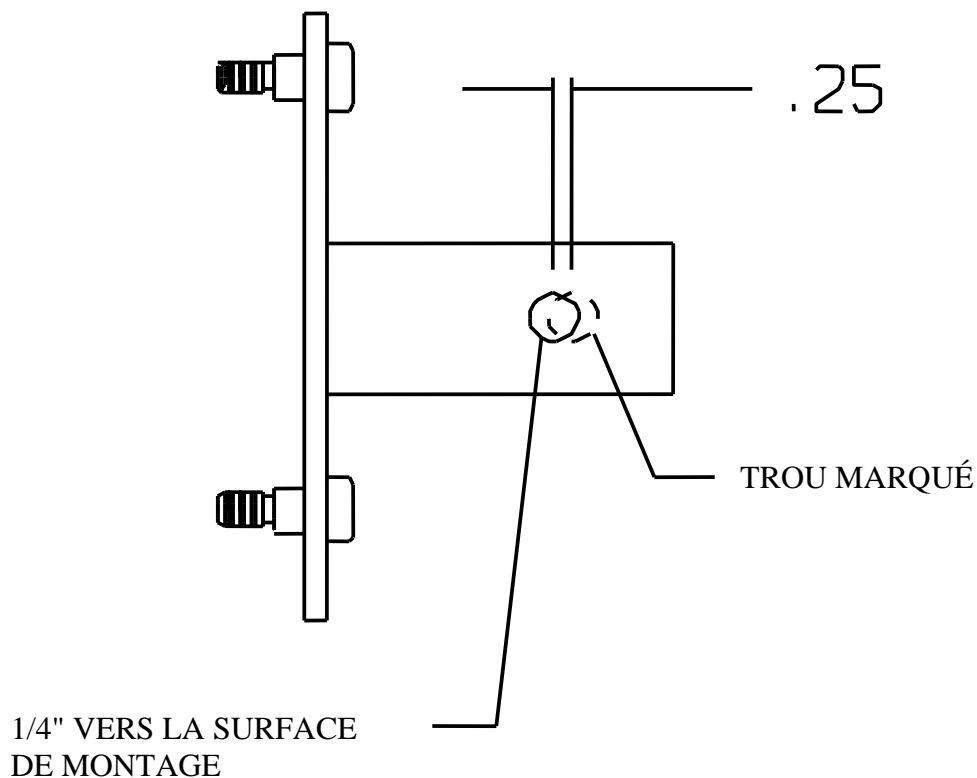

Figure 6
15. Retirez le pneu et la roue du support de montage. Au moyen de l'emplacement repéré sur le support de montage de la roue à l'étape précédente, mesurez $\frac{1}{4}$ po. (0,6 cm) en arrière, vers la surface de montage de la roue. Cela donnera la précharge du pneu une fois monté. Au moyen d'une mèche de $\frac{1}{2}$ po., percez un trou au travers des deux côtés du support de montage de la roue à l'endroit marqué. N'oubliez pas de marquer à nouveau le trou $\frac{1}{4}$ po. (0,6 cm) plus près de la surface de montage du pneu pour la précharge. **Voir la figure 6.**